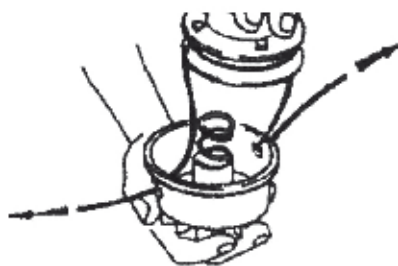
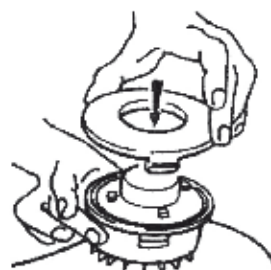

FIG. 6
FIG. 7
7. Inserte el resorte (Fig. 6), vuelva a armar el carrete y el porta carrete en la orilladora. Para hacerlo, empuje el cabezal y gírelo hacia la derecha hasta que se bloquee. (Fig. 7).